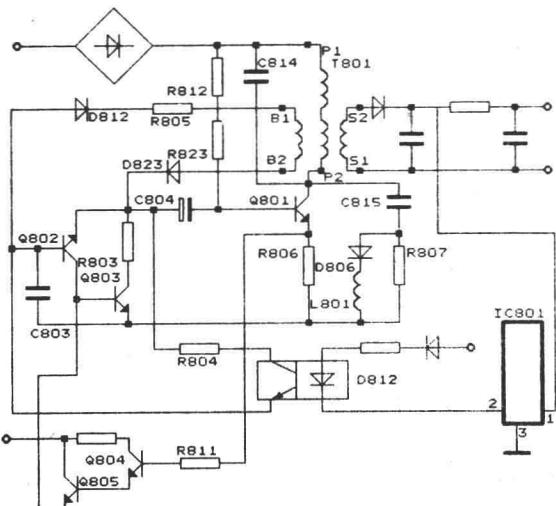

图 2
2. 开关管过压保护：在图 2 所示直流变换器中，开关管 Q801 由饱和进入截止瞬间，集电极电流急剧突变会使 T801 初级主绕组 P1P2 两端产生一个很大的反向电动势，峰值可达电源电压的数倍。如果此时负载开路(如行停振)，绕组 P1P2 中的磁能无法泄放，这个反峰电压将一直作用在 Q801 集一射极，很可能击穿开关管。因此在 Q801 集一射极增设 RC 网络，抑制 P1P2 两端的浪涌电压，同时对 T801 的漏感和分布电容形成的自激振荡起到阻尼消除作用。